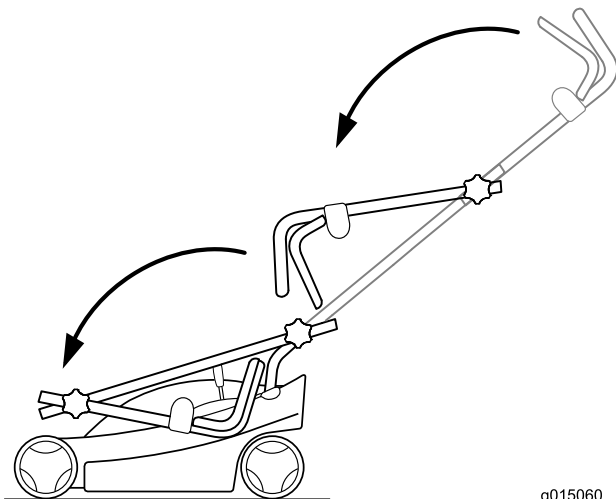
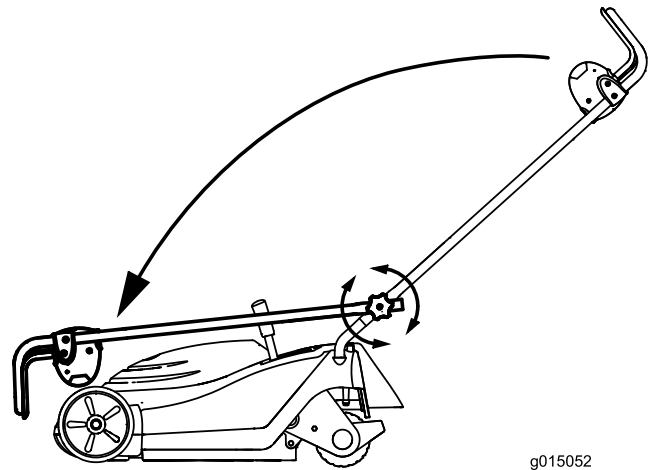

Bild 20
Bild 21
3. Klappen Sie den Bügel zusammen, wie in Bild 20 und Bild 21 dargestellt (abhängig vom Modell).